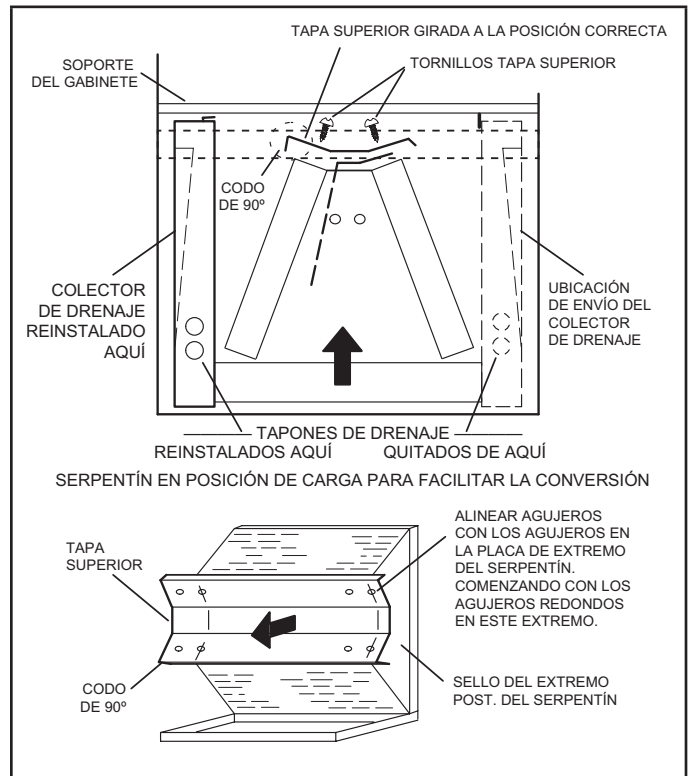

FIGURA 7. Modificación en el sitio para la descarga a la izquierda
- 7 - Gire la tapa superior 180° de adelante hacia atrás y alinéela con los orificios para tornillos sin usar. Los orificios se deben alinear con las placas del extremo trasero del serpentín. La tapa superior tiene un codo de 45° en un lado y un codo de 90° en el otro. **El codo de 90° debe estar en el mismo lado que el colector de drenaje horizontal como se muestra en la Figura 7.**